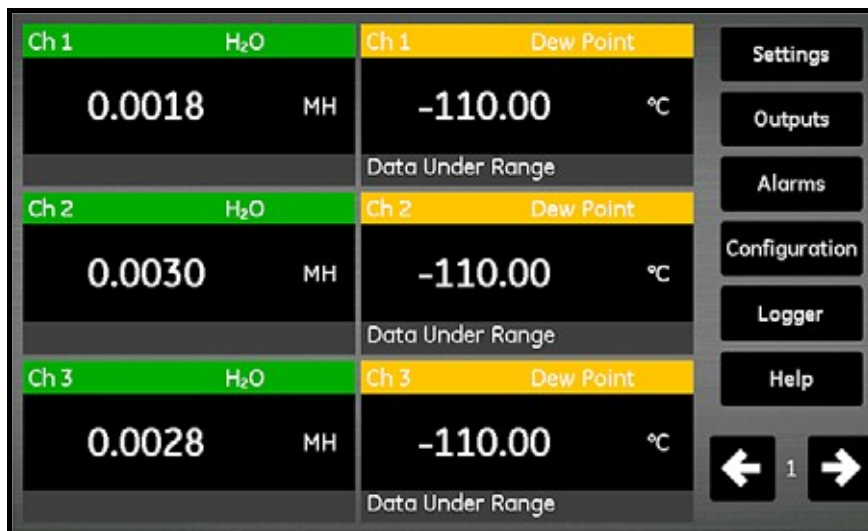

図93：メイン画面のSettingsボタン
3. メイン画面から Settings ボタンをタップします（下図 93 参照）。